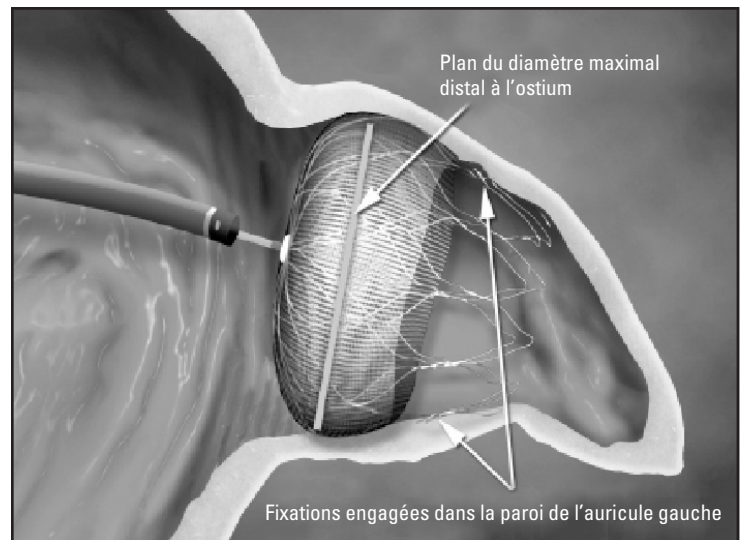

Figure 5. Position et taille du dispositif de fermeture de l'appendice auriculaire gauche WATCHMAN
- A. **Position :** Le plan du diamètre maximal est distal ou juste distal à l'ostium de l'auricule gauche et le recouvre entièrement (voir la Figure 5).
- C. **Taille (compression) :** Mesurer le plan du diamètre maximal du dispositif (voir la Figure 5). Utiliser le Tableau 2 comme référence.